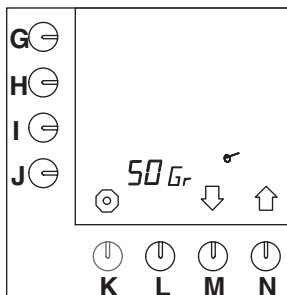

Fig. 37 Réglage du calculeur de café
- Appuyez sur la touche de sélection (N.)↑ jusqu'à ce que la fig.37 s'affiche sur l'écran de contrôle.